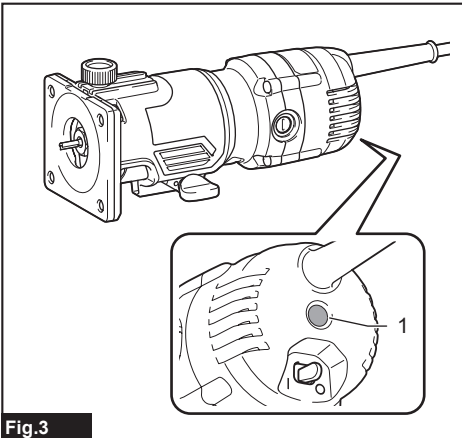

Fig. 3
► **Рис.3:** 1. Индикаторная лампа